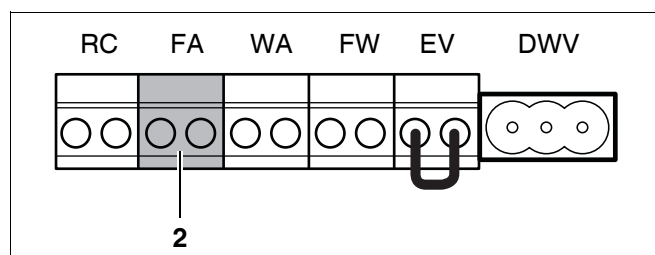

Fig. 32 Klemrække - udetemperaturføler (tilslutningsfarve blå)
- Slut den tilhørende udeføler til det blå stik FA (fig. 32, pos. 2). Brug hertil et 2-trådet strømkabel på hver 0,4 til 0,75 mm².